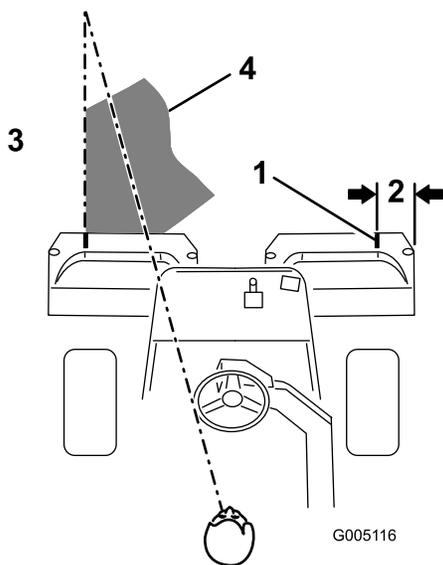

Рисунок 22
**Примечание:** Чтобы машина всегда двигалась по грину строго по прямой с одинаковым расстоянием от края предыдущей скошенной полосы, создайте воображаемый ориентир 1,8-3 м перед машиной на краю нескошенной части грин (Рисунок 22). Некоторым операторам удобно использовать как часть ориентира наружный край рулевого колеса, т.е. удерживать край рулевого колеса совмещенным с точкой, которая всегда находится на одном и том же расстоянии от переднего края машины.